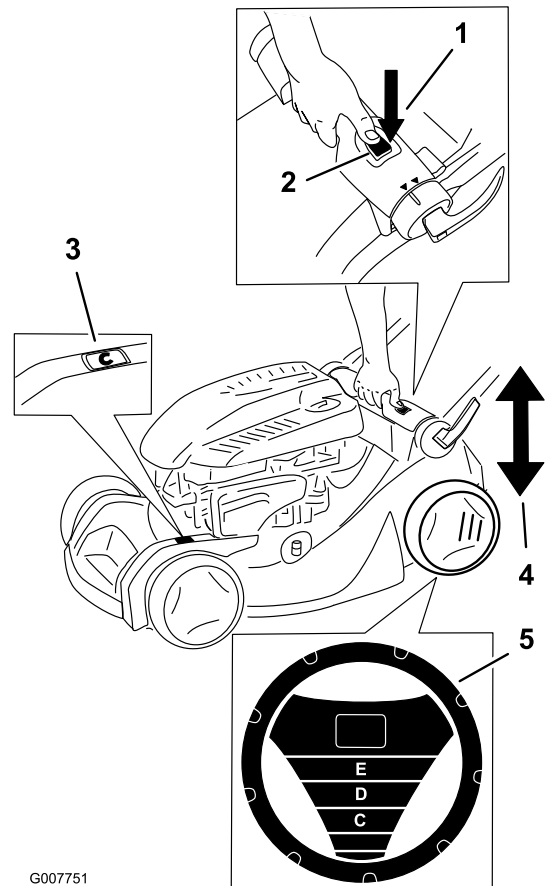

Figure 11
Remarque: Le système SmartWheel® calcule le réglage correct pour vous éviter de tondre l'herbe de plus du tiers de sa hauteur (Figure 11).
2. Amenez la tondeuse sur la pelouse ; arrêtez-vous quand le dessin SmartWheel est à la verticale (Figure 11).
- Appuyez sur le bouton de réglage de hauteur de coupe et déplacez la poignée pour augmenter ou diminuer la hauteur de coupe (Figure 11).
- Tirez ou poussez la poignée et utilisez l'échelle de hauteur de coupe pour régler la tondeuse à la hauteur de coupe voulue (Figure 11).